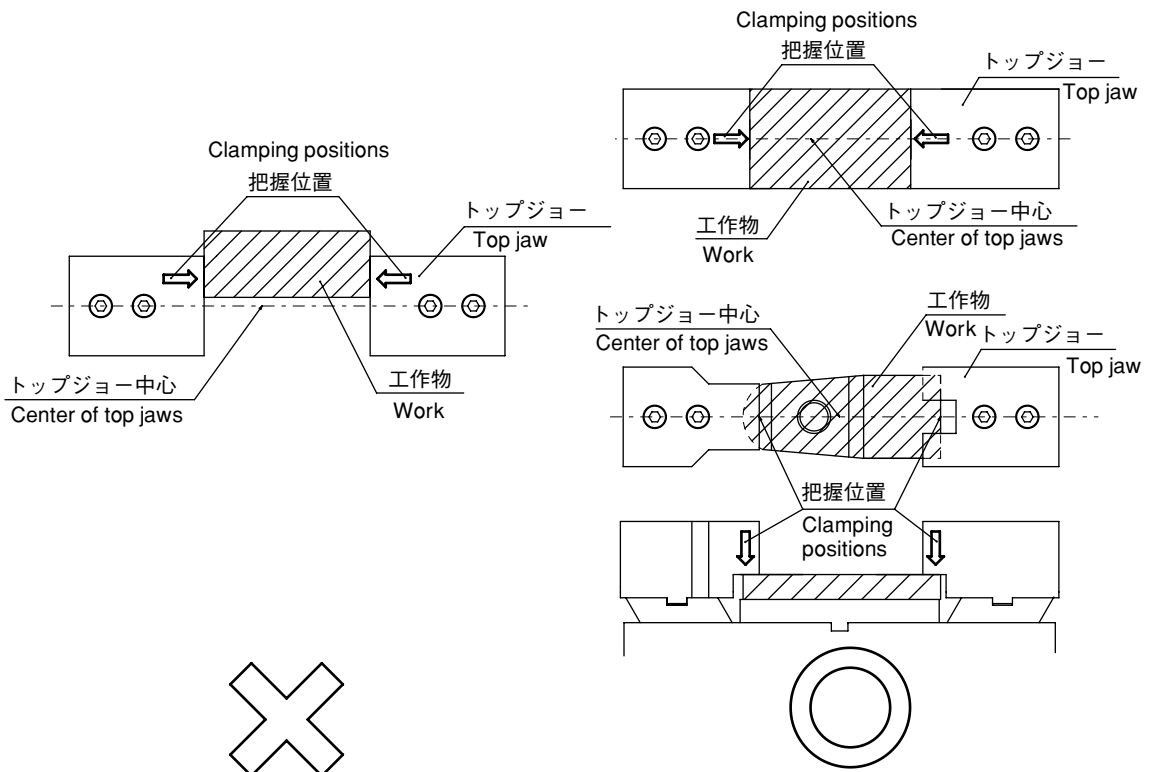
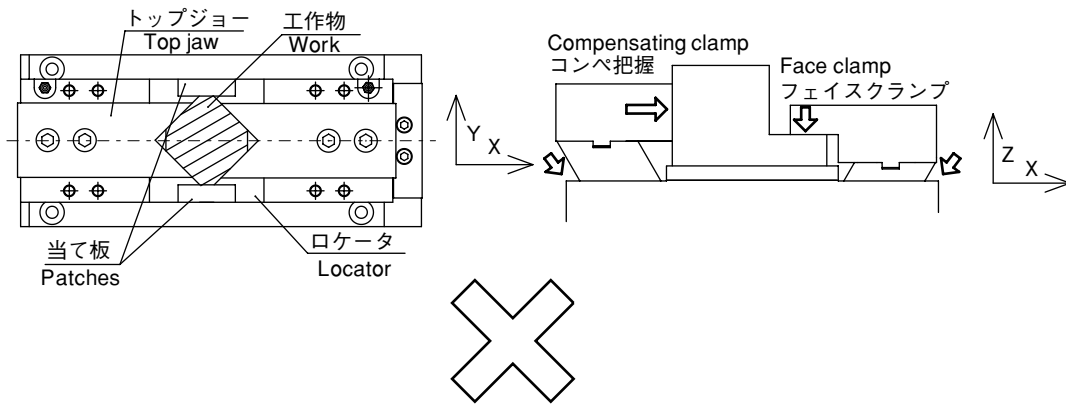

Fig. 3-10 把握例 Clamping Examples
Fig. 3-11 悪い把握例 Bad Clamping Example
- ① Fig.3-10のようにトップジョーが工作物を把握する際、把握位置がトップジョー中心にくるように把握を行ってください。片寄った把握は行わないで下さい。精度不良及び部品破損の原因になります。
- ② 2つのトップジョーが同期した状態でコンベ把握・フェイスクランプを行ったり、2つのトップジョーを揺動したセンタリング把握を行うと工作物を正確に把握できなくなり、部品の破損につながったり、加工時に工作物が飛散する可能性があります危険です。
- ③ トップジョーを揺動状態で使用する際は、最大揺動量以上の誤差を生じる工作物を把握しないで下さい。把握した場合、正確な把握ができなくなり加工時に工作物が飛散する可能性があります危険です。また、治具モジュールの部品が破損する可能性があります。
- ④ Fig.3-11のようにトップジョーでY軸方向の規制を行わないで下さい。規制を行うと、ロケータでの位置決めが不安定になるばかりでなく、部品が破損し、正確な把握ができなくなり加工時に工作物が飛散する可能性があります危険です。
- ⑤ 2つのトップジョーでそれぞれコンベ把握とフェイスクランプというように異なる把握方法で使用しないで下さい。異なる把握をした場合、正確な把握ができなくなり加工時に工作物が飛散する可能性があります危険です。
- ① When the work is clamped with top jaws as shown in Fig. 3-10, the work must be positioned in the center between top jaws. Do not clamp the work disproportionately because it causes an accuracy failure and parts broken.
- ② When performing the compensating clamp / face clamp with two top jaws synchronized or the centralizing clamp with two jaws fluctuated, the work cannot be clamped correctly. As a result, parts may be broken or the work may be scattered in machining.
- ③ When using the top jaws under fluctuation state, do not clamp the work that the error of max. fluctuating amount or more occurs. If clamped, the work cannot be clamped correctly. As a result, parts may be broken or the work may be scattered in machining. Also, the parts of jig module may be broken.
- ④ Do not clamp the work with the top jaws in Y-axis direction as shown in Fig. 3-11. If clamped, the positioning of work by locators becomes unstable and the work cannot be clamped correctly. As a result, parts may be broken or the work may be scattered in machining.
- ⑤ Do not clamp the work with two top jaws in combination with the compensating clamp and the face clamp because the work cannot be clamped correctly. As a result, the work may be scattered in machining.